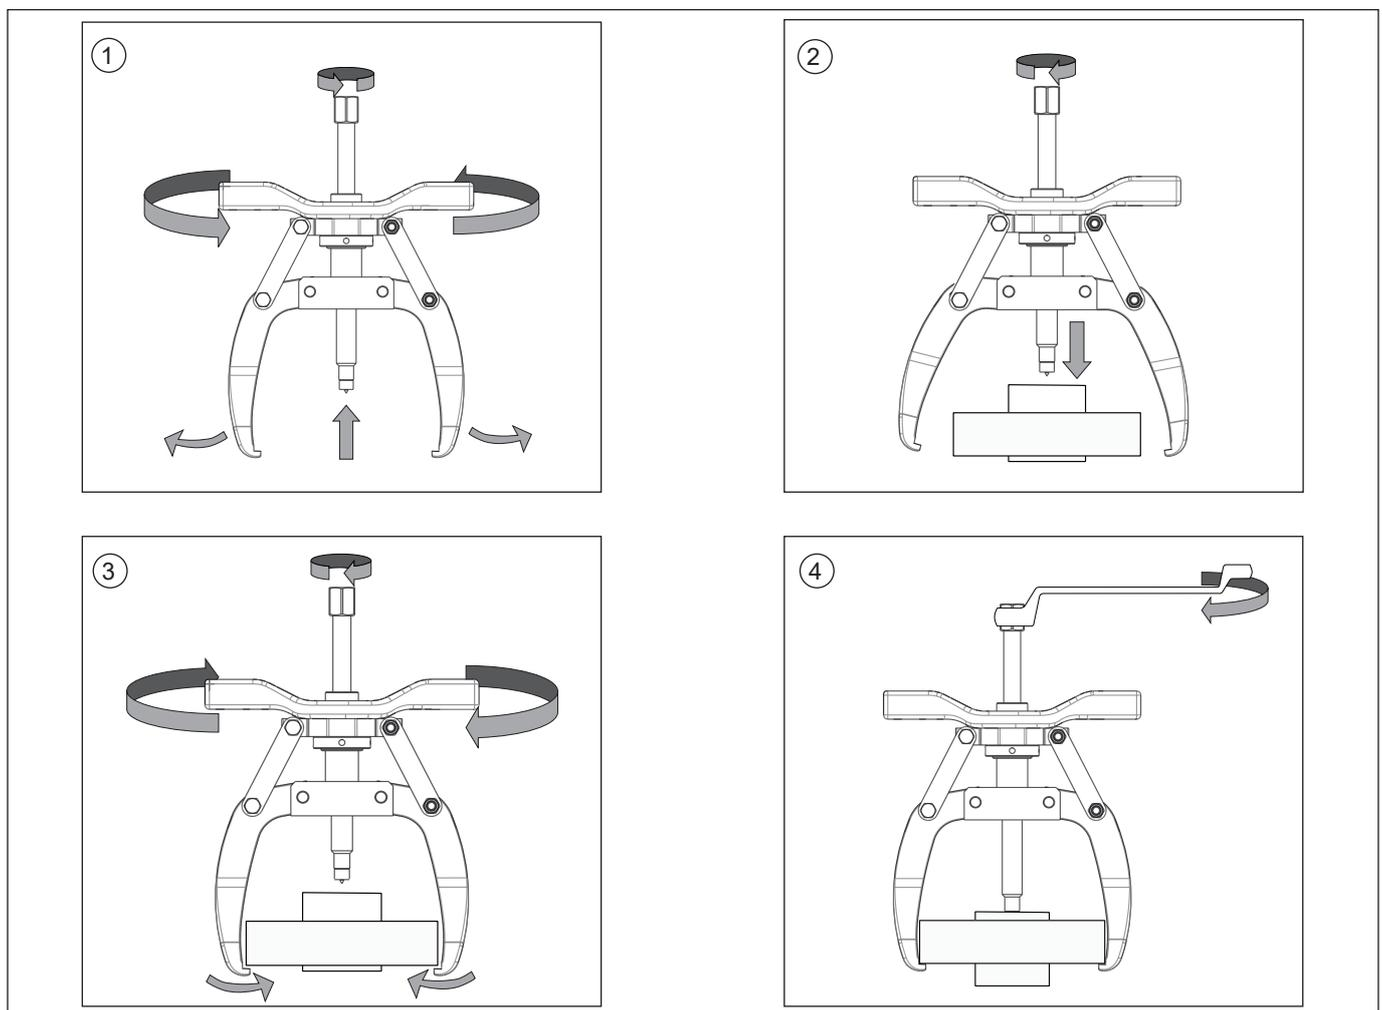

Figura 3, Pasos para la instalación del extractor
1. Gire el husillo para ajustar la altura del husillo hacia arriba o hacia abajo. Gire la manija para aumentar o disminuir la apertura de la garra. Abra las garras y retraiga el husillo lo suficiente como para colocarlo sobre la pieza de trabajo. Consulte la Figura 3, vistas 1 a 4, durante los siguientes pasos.